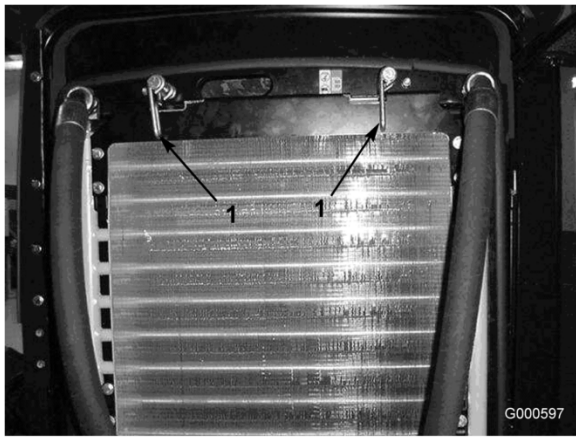

Figure 49
2. Tournez les verrous (Figure 49) qui fixent le refroidisseur d'huile au châssis.